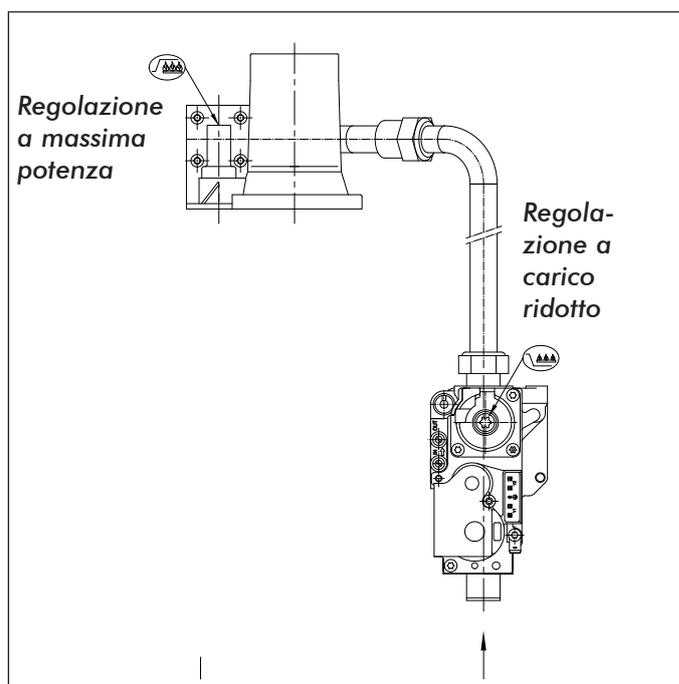

Figura 16 Punti di impostazione
- Girare la vite di regolazione pieno carico in senso orario (vedi Figura 16) di:
- Se necessario, girare la vite di regolazione pieno carico (vedi Figura 16) in modo da raggiungere i valori indicati nella tabella seguente.
- Se necessario, girare la vite di regolazione carico parziale (vedi Figura 16).